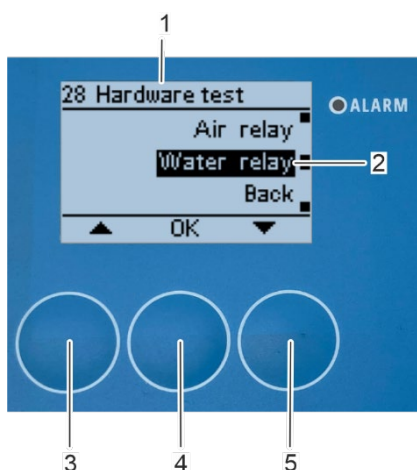

Figura 148: Abrir el submenú «Relé del agua»
⇒ El submenú «28 Prueba de hardware» (Figura 148/1) volverá a aparecer en la pantalla, el relé de aire se abrirá y no saldrá aire comprimido por la boquilla de aire comprimido.
1. Seleccione el submenú «Relé del agua» (Figura 148/2) mediante los botones de flecha [arriba] (Figura 148/3) y [abajo] (Figura 148/5).
2. Confirme la selección pulsando [Aceptar] (Figura 148/4).